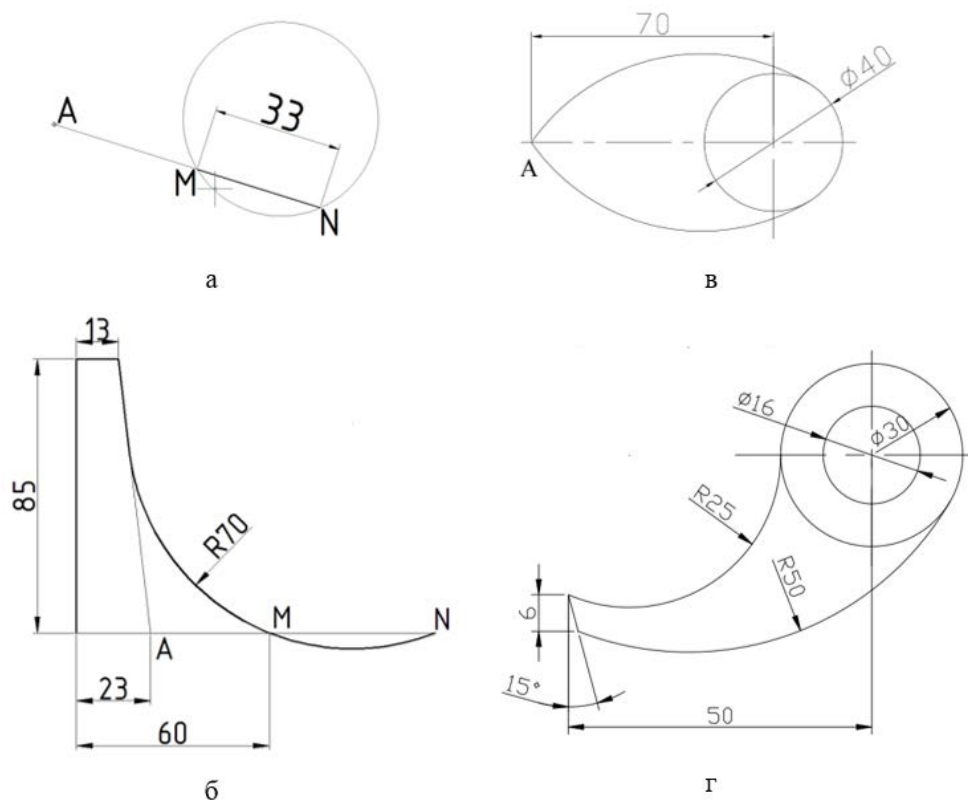

Рис. 144. Изображения для выполнения заданий практической работы № 2 части 2 [17]
10. Построить изображение, представленное на рис. 144 а. Дуги имеют радиус 60 мм.
11. Построить изображение, представленное на рис. 144 б.
12. Построить изображение, представленное на рис. 144 в.
13. Построить изображение, представленное на рис. 144 г.
2. Скопировать и вставить в текущий чертеж из чертежа «Практическая работа № 2. Часть 2» изображение задания 13 и проставить размеры, как на рис. 144 г.